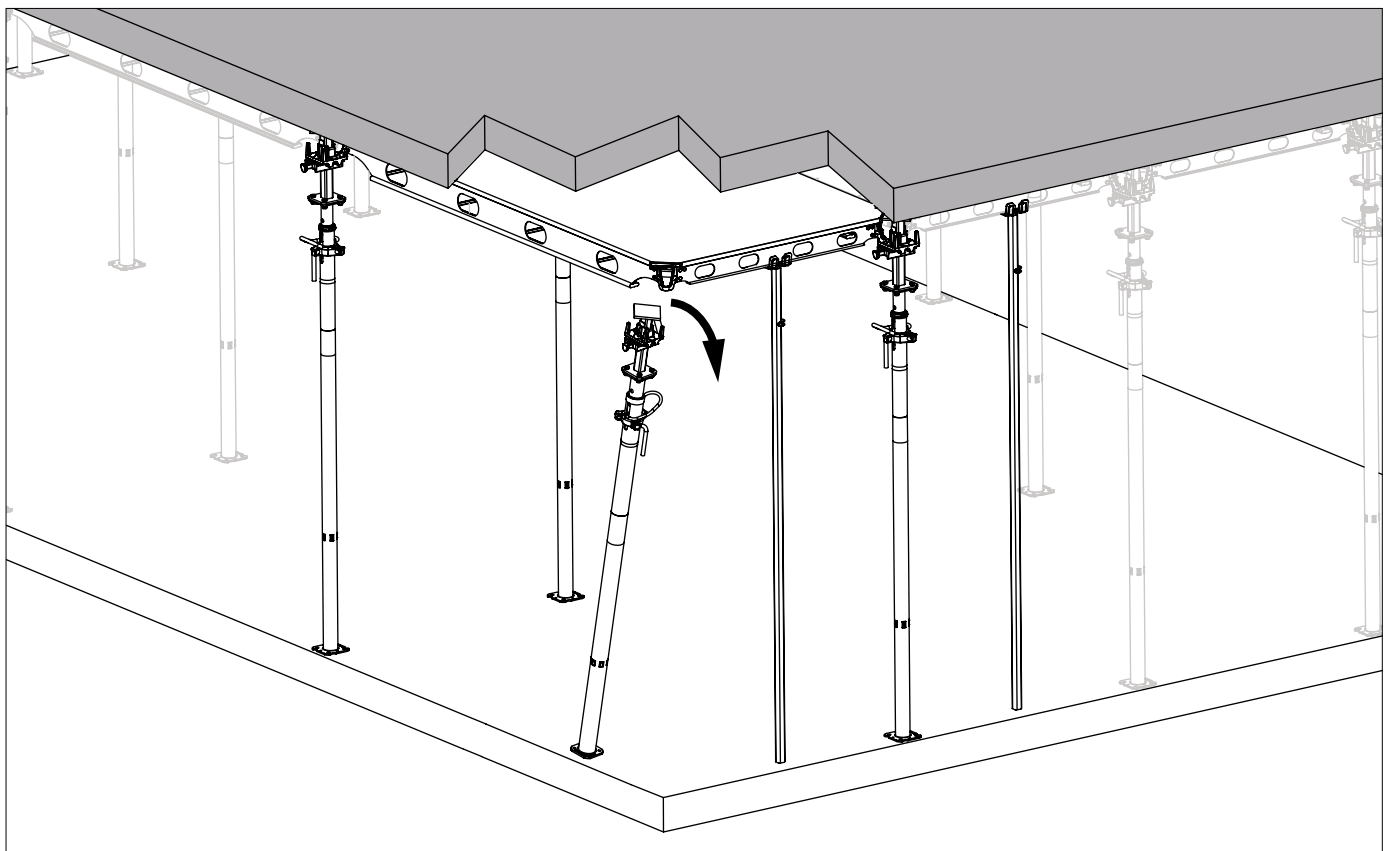

Fig. A11.07
1. Apoye el canto del panel en el centro con dos horquillas auxiliares de encofrado en la dirección más corta para las dos primeras áreas. (Fig. A11.07)